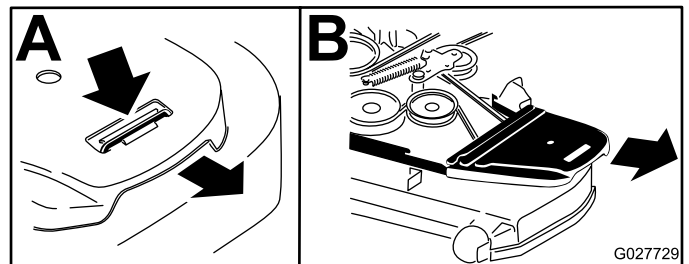

Figure 80
6. Déposez les couvercles de courroies ainsi que les boulons fixés dessus (Figure 80).